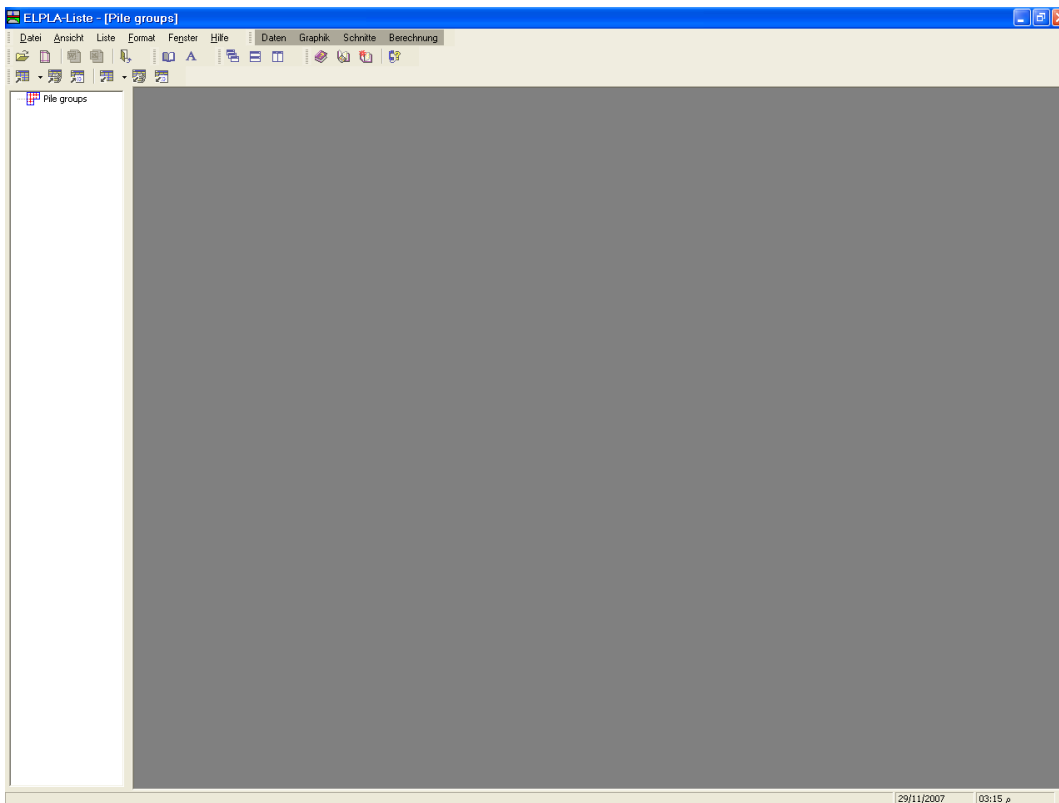
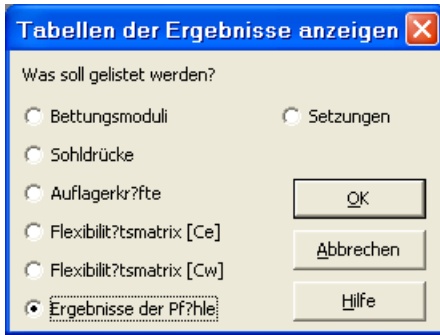

Bild 11-41 Oberfläche des Unterprogramms *ELPLA-Liste*
Bild 11-42 Optionsfeld "Tabellen der Ergebnisse anzeigen"
Um Daten und Ergebnisse aufzulisten, überlassen Sie *ELPLA-Schnitte* dem Programm *ELPLA-Liste* durch Klicken auf "Liste" in der Menüleiste der Unterprogramme an der oberen rechten Ecke des *ELPLA-Schnitte*-Fensters. Das *ELPLA-Liste*-Fenster erscheint (Bild 11-41).
- Wählen Sie den Befehl "Tabellen der Ergebnisse anzeigen" aus dem Menü "Liste" des Programms *ELPLA-Liste* (Bild 11-41). Das folgende Optionsfeld im Bild 11-42 erscheint